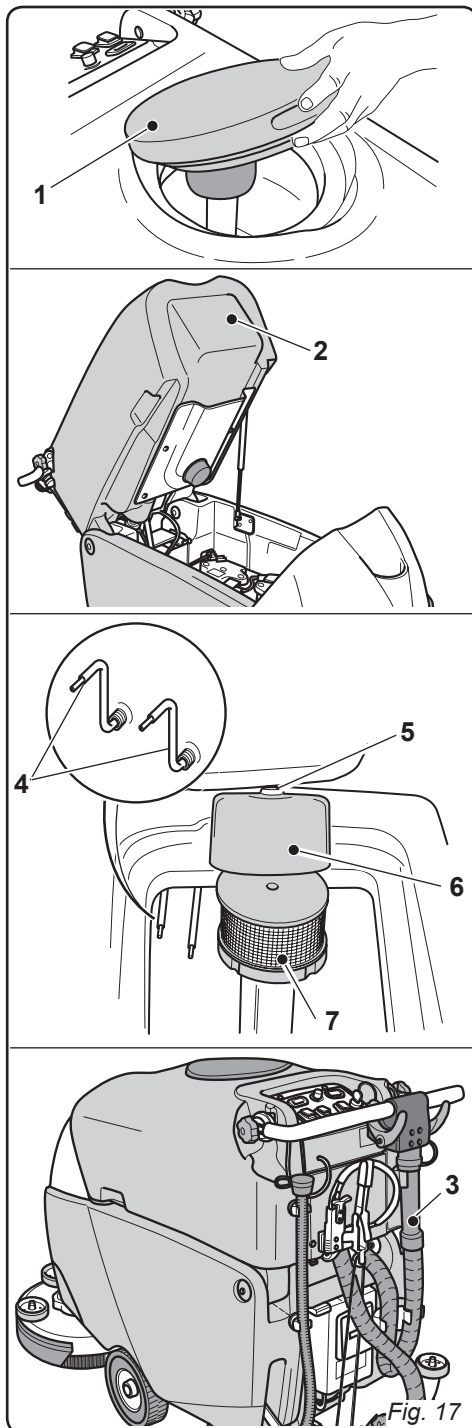

Fig. 17
10.1.b - Nettoyage du réservoir d'eau de récupération. (Fig. 17)